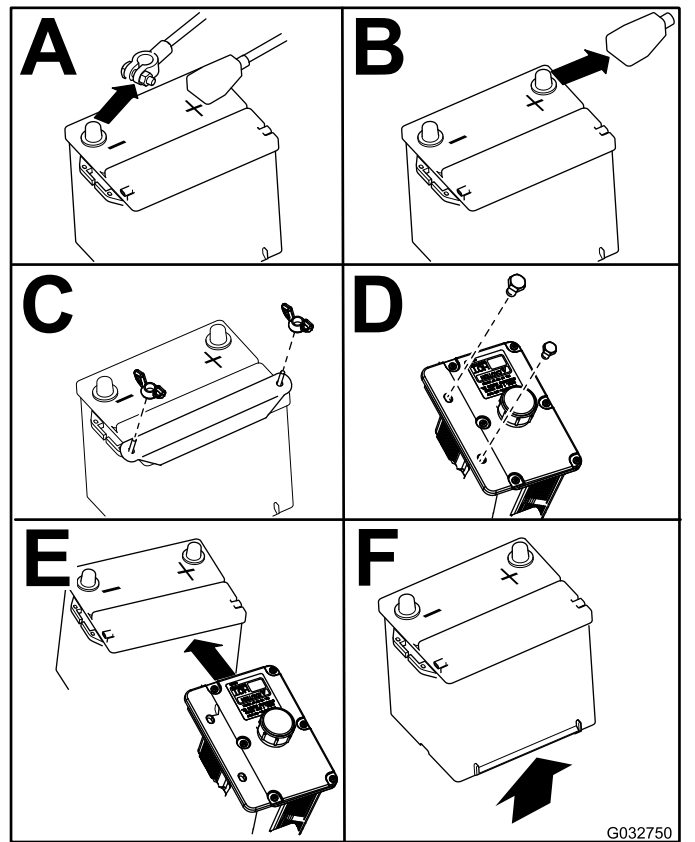

Figure 67
4. Retirez la batterie, comme montré à la Figure 67.